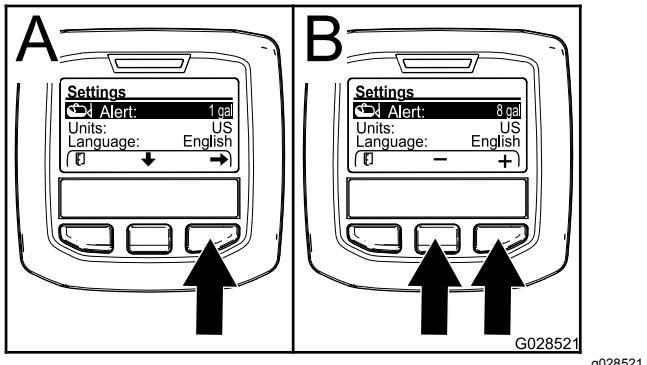

図 70
2. 中央ボタンを押して、警報Alert設定をハイライトさせる図 70。
3. 右ボタンを押す図 70。
4. 中央ボタンと右ボタンを使用して、散布中にタンク残量が何パーセントになったら警報を表示させるかの設定を行う(図 70)。